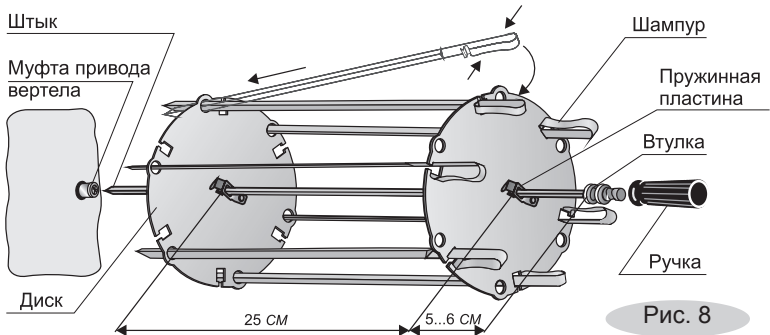

Рис. 8
- Сжав пружинные пластины, наденьте на штык диск и установите его на расстоянии 5-6 см от втулки (рис.8).